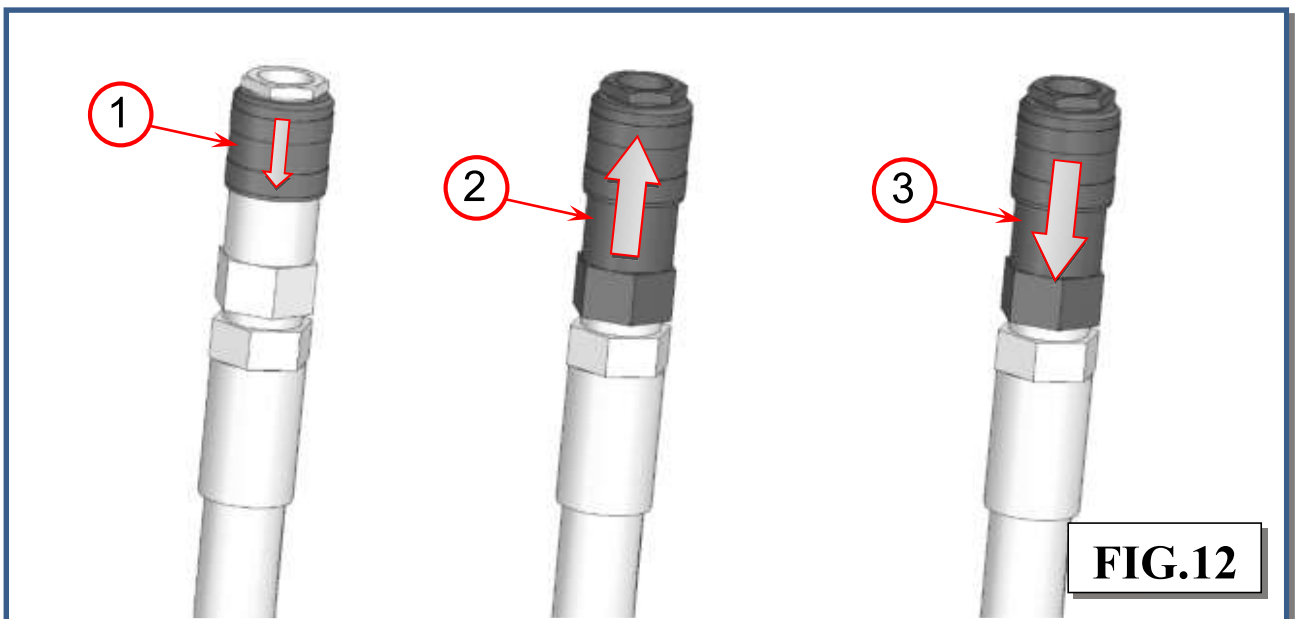

FIG.12
1. puxar o anel de bloqueio (ref.1, Fig.12)
2. soltar suavemente o acoplamento rápido (ref.2, Fig.12) a fim de encaixar o anel de bloqueio novamente na posição
3. puxar o engate rápido (ref.3, Fig.12)